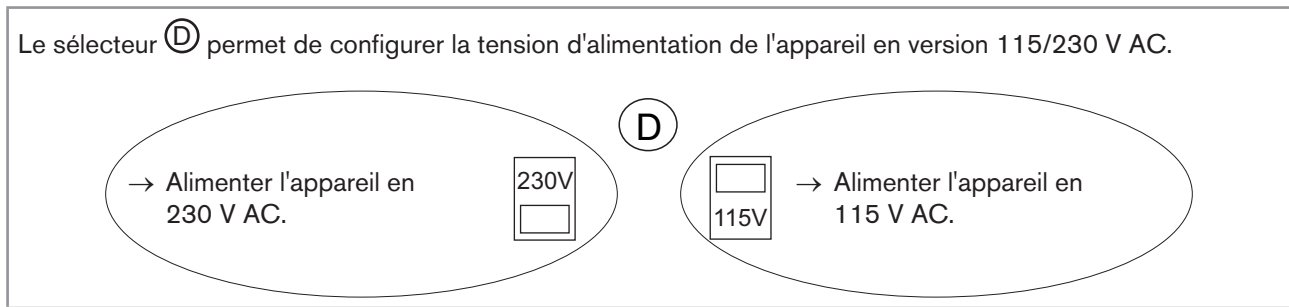

Fig. 30 : Sélecteur de la tension d'alimentation, sur une version alimentée en 115/230 V AC
- Si la version murale est alimentée en 115/230 V AC, positionner le sélecteur  comme indiqué dans la Fig. 30.